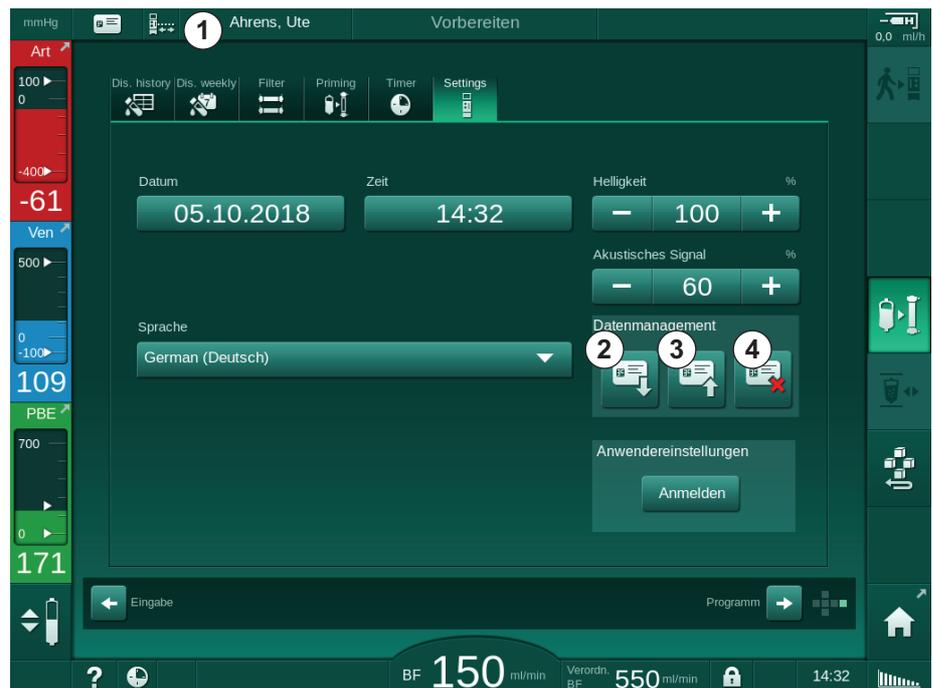

Abb. 11-3 Datenverwaltung auf dem *Einstellungs*-Bildschirm
- Icon ③ in Abb. 11-3 berühren und bestätigen, um Daten nach einer Änderung zu speichern.
- Icon ④ in Abb. 11-3 berühren, um Daten von der Patientenkarte zu löschen.